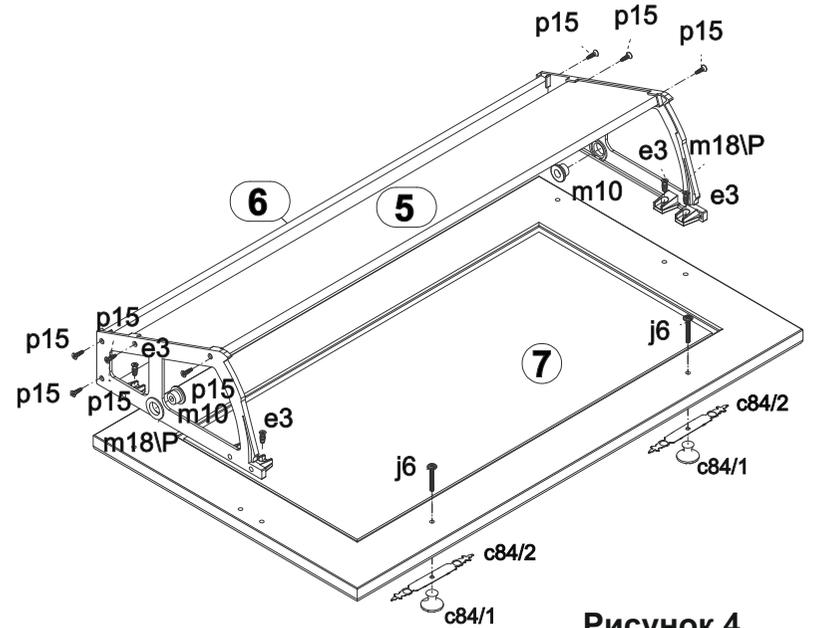

Рисунок 4
16. Положить двери **7** фасадной поверхностью вниз на ровную поверхность и закрепить на них петли откидные **m18** еврошурупами **e3**, как показано на рис. 4.
17. Закрепить щиты соединительные **5, 6** к петлям откидным **m18** шурупами **p15** (см.рис. 4).
18. На внутренней поверхности дверей **7** в отверстия $\varnothing 5$ мм вставить винты **j6**. Снаружи совместить отверстия ручки **c84** с резьбой винтов и завернуть винты **j6**, удерживая ручку (см. рис. 4).
- вставить шайбы петли откидной **m10** в шайбы **m11** через отверстия в петлях откидных **m18** (см.рис. 4, 6);